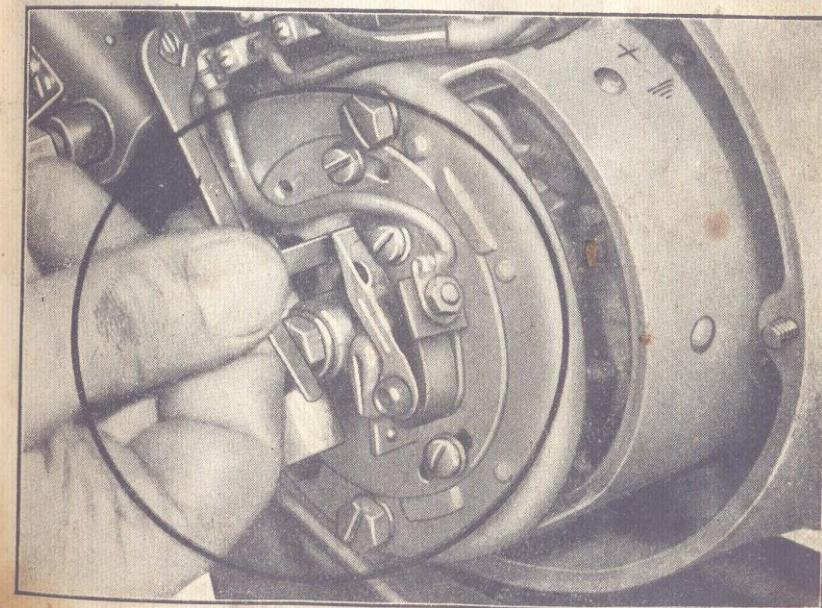

Рис. 30. Измерение разрыва прерывателя
- Регулируют в этом положении винтом расстояние между контактами прерывателя щупом, входящим в набор инструментов (рис. 30). Более тонкий лист щупа входит между контактами, более сильный лист не должен войти.